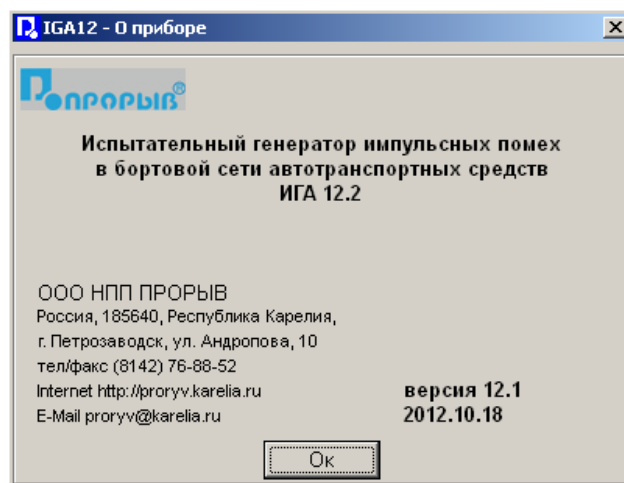

Рисунок 18
7.11.4.1 «О приборе» (см. рисунок 18)